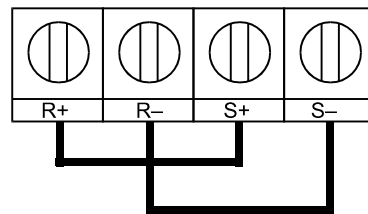

Fig. 6.52 Conexiones cuando se utilizan las comunicaciones RS485
- Si utiliza comunicaciones RS485, conecte S+ a R+ y S- a R-, en el exterior del convertidor. Consulte la Fig. 6.52 a continuación.